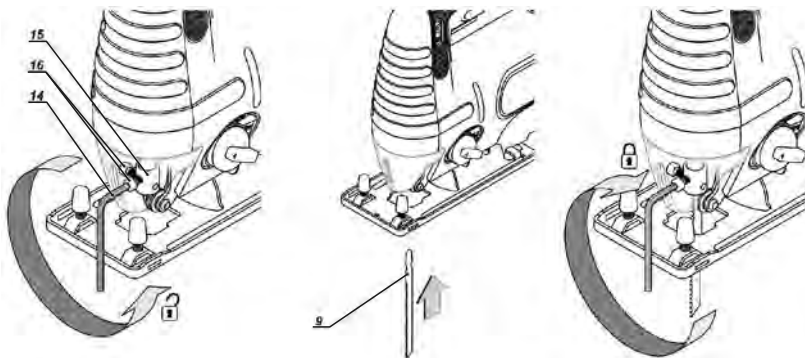

fig.1 – dibujo demostrativo del montaje y desmontaje de la hoja de sierra
Asegúrese siempre de que el equipo esté apagado y con el enchufe fuera del tomacorriente antes de montar o desmontar la hoja de sierra (9). Para el montaje de la hoja de sierra (9), suelte los dos tornillos de fijación en el soporte de la hoja de sierra (16). Introduzca la hoja de sierra en el soporte hasta trabar (dientes de la hoja de sierra orientados para adelante), utilice la llave hexagonal (14) para apretar el tornillo y trabar la hoja de sierra. Observe que la parte posterior de la hoja de sierra esté encajada en la ranura de la polea guía fig. 1.